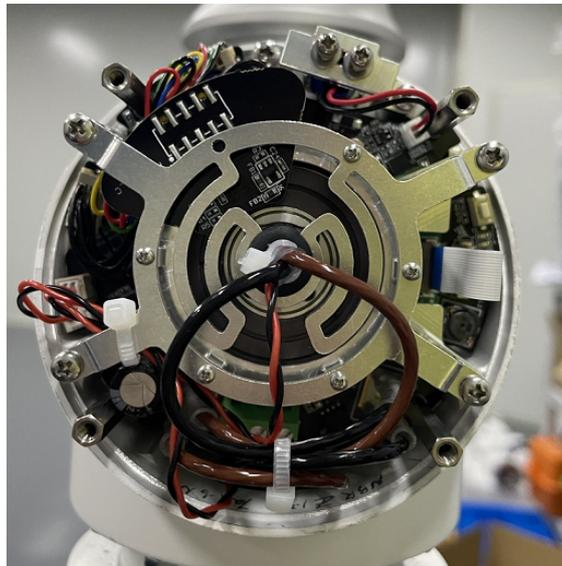

图 3-9: 重连电线
4. 重新连接电线，之后用尼龙扎带扎好线束，如图 3-9所示；